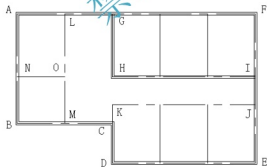

图 2.35 绘制 GHI 内墙
- 试一试,如果在第⑦步捕捉 A 点(A 点即首尾闭合处)作为多线的终点,而不是输入“C”后按 Enter 键执行【首尾闭合】命令,结果相同吗?
(2) 按 Enter 键重复执行【多线】命令,注意观察命令行,AutoCAD 会记住上一次【多线】设置,即对正类型为“无”,比例为“240.00”。
① 在指定起点或 [对正(J)/比例(S)/样式(ST)]: 提示下,打开【对象捕捉】功能,捕捉 G 点作为多线的起点。
② 在指定下一点或 [闭合(C)/放弃(U)]: 提示下,分别捕捉 H、I 点。
③ 按 Enter 键结束命令,绘制出 GHI 内墙,结果如图 2.35 所示。